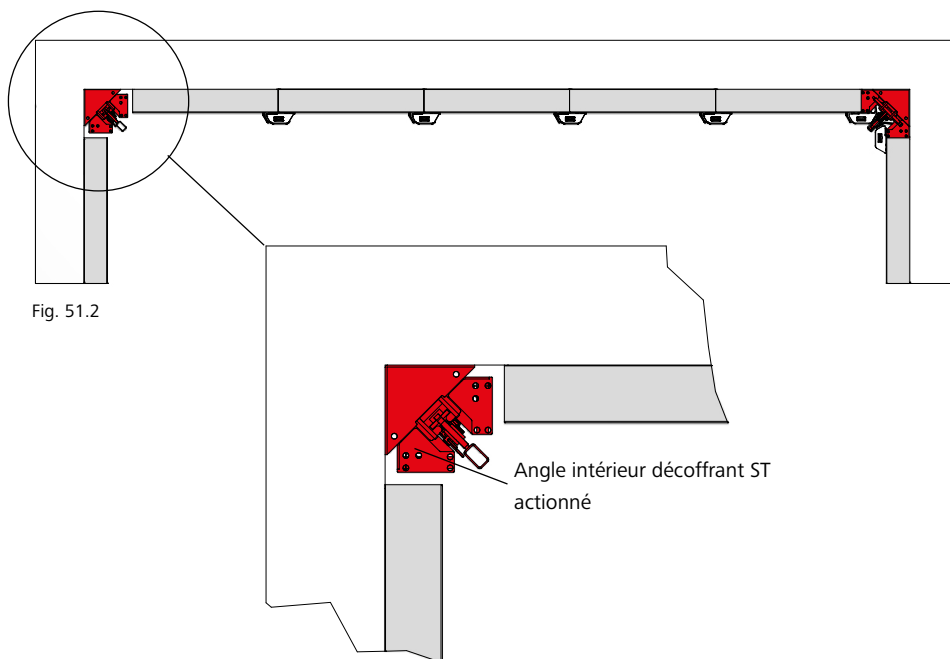

Fig. 51.2
2. Actionner l'angle intérieur décoffrant ST (Fig. 51.2 et pages ST-XT-48 à ST-XT-50).